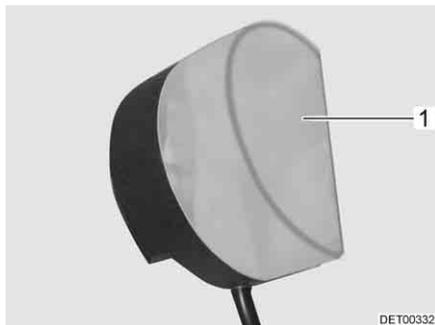

Bild 206 Kleiderschrankleuchte
- Leuchtenabdeckung (Bild 206,1) leicht zusammendrücken und abnehmen.